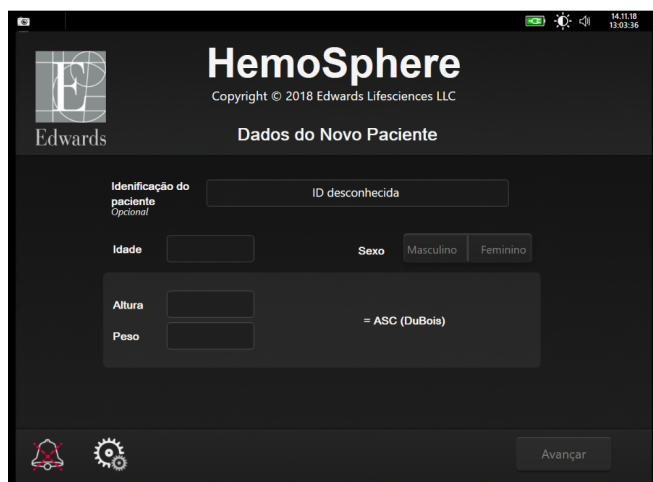

Figura 6-2 Tela Dados do Novo Paciente
- 5 A tela **Dados do Novo Paciente** será exibida. Veja figura 6-2.